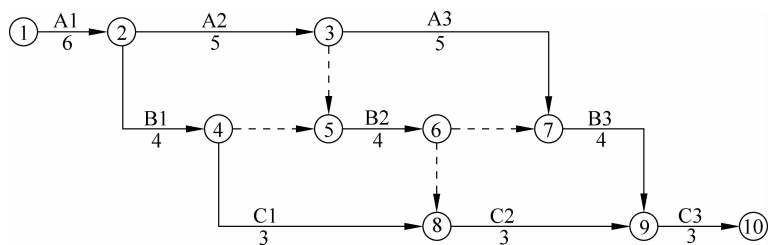

图 1-6 修改的网络计划图(单位：d)
2. 修改的网络计划图如图 1-6 所示。
3. 关键线路：①→②→③→⑦→⑨→⑩，工期 = (6+5+5+4+3)d = 23 d。